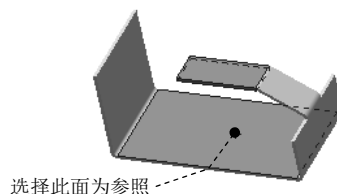

图 10.2.16 与面平行
- ☑ ☐ **与面平行(R)** 单选项：创建后的边线-法兰与选择的面平行，如图 10.2.16 所示。